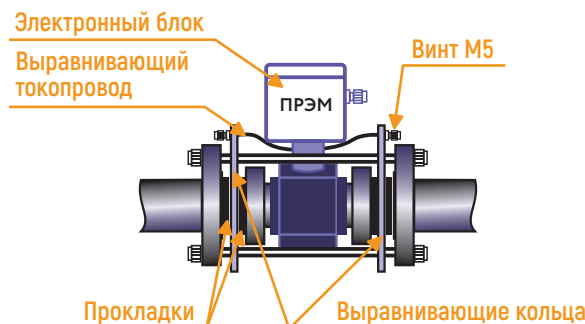

Рисунок 25. Выравнивание потенциалов для металлических токопроводов
- Для металлических трубопроводов с внутренним покрытием или пластмассовых труб – подключением выравнивающих токопроводов между электронным блоком ПРЭМ и выравнивающими кольцами выравнивание потенциалов для данного типа трубопроводов (рис. 25).